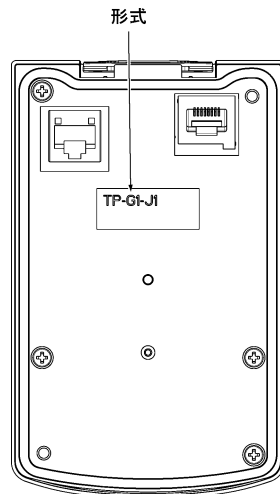

図 1.1 多機能タッチパネル裏面
- (1) 多機能タッチパネルおよび取扱説明書（本書）が入っていることを確認してください。
- (2) 現品の破損・凹みおよび部品の脱落など輸送中の損傷がないことを確認してください。
- (3) 多機能タッチパネル裏面に形式（TP-G1-J1）が刻印されていることを確認してください。（図 1.1）